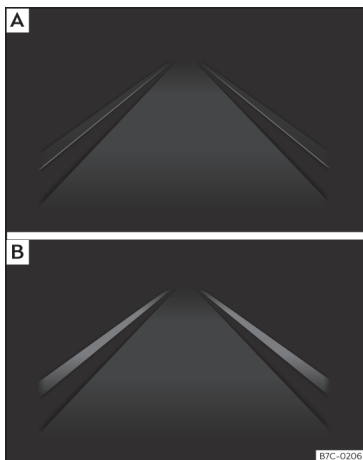

Fig. 224 A la pantalla del quadre d'instruments: indicació a la pantalla del sistema d'avís de sortida del carril (exemple 1).
- **fig. 224 [A]:** El sistema està activat, però no disponible, o bé per no haver arribat a la velocitat mínima o bé perquè no reconeix les línies de carril.
- **fig. 224 [B]:** El sistema està activat i disponible, té les dues línies del carril reconegudes. En aquest moment no està corregint la trajectòria.